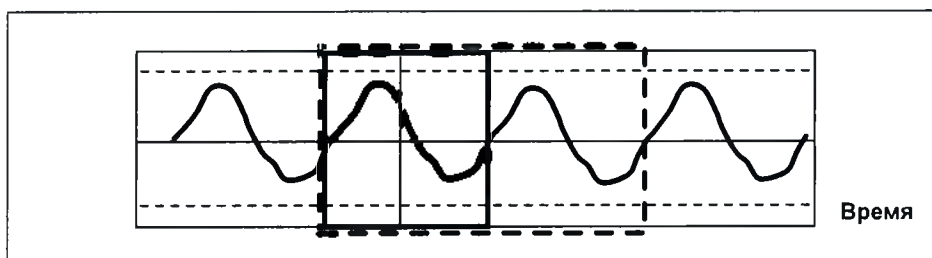

Рисунок 7.235
- Сплошные линии на рис. 7.235 обозначают блок секторов, если заданное значение равно 2, а пунктирные линии обозначают блок секторов, если заданное значение равно 4.